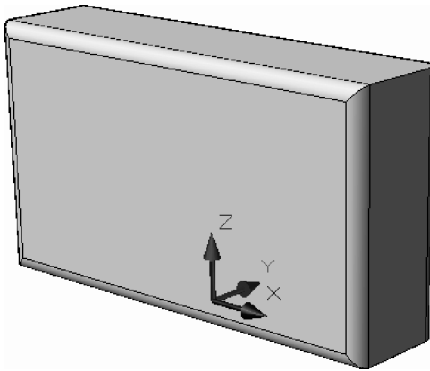

Fig. 7.4 Rotunjirea muchiilor paralelipipedului
7. Se rotunjesc muchiile paralelipipedului – vezi Fig. 7.4. Din meniul **Modify** se alege **Fillet**.